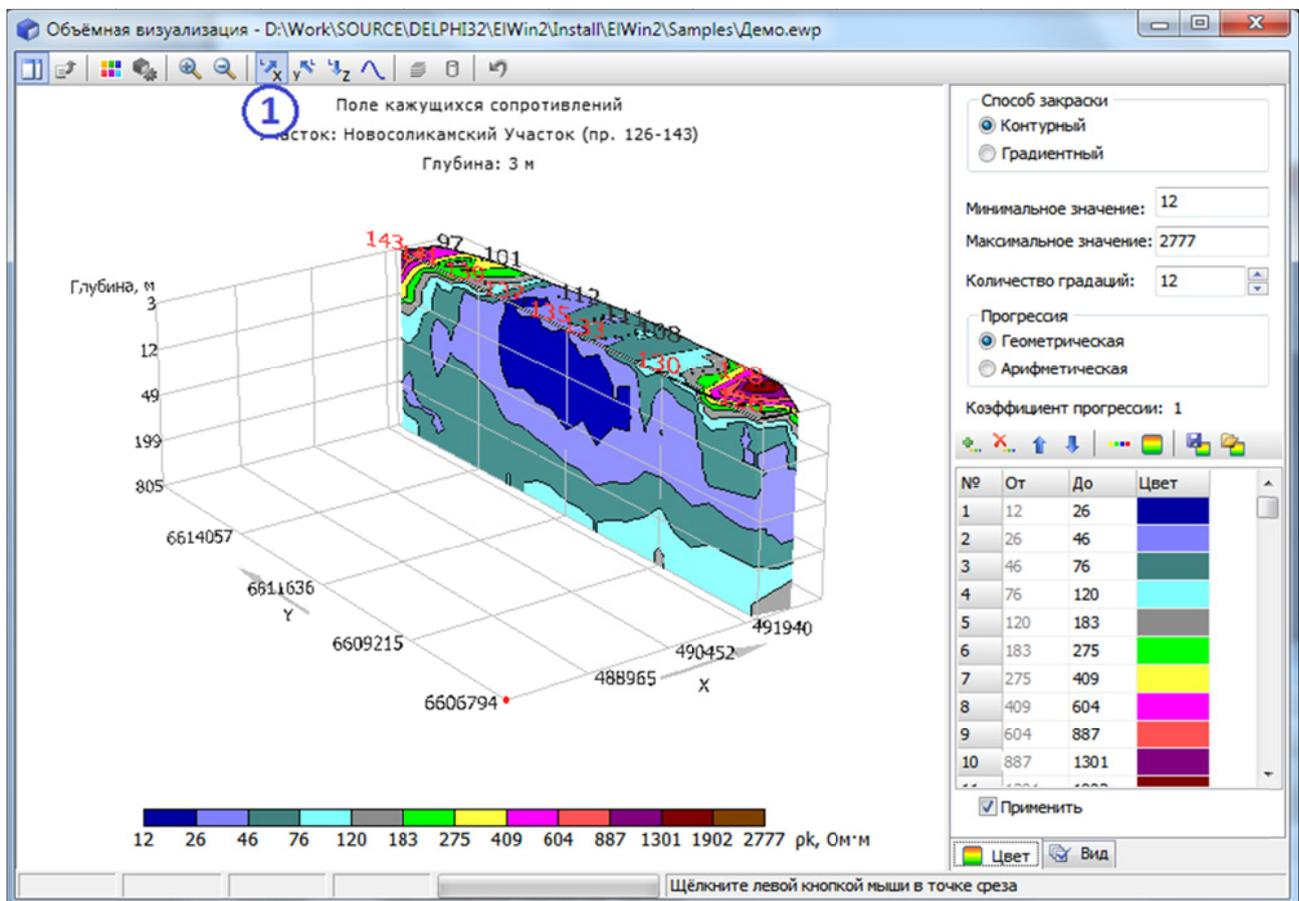

Рис. 5.5.2. Выполнение ортогональных отсечений
- выполнять ортогональные отсечения (рис. 5.5.2);
- перейти в режим ортогональных отсечений по требуемой оси, нажав одну из кнопок выполнения ортогональных отсечений (X , Y или Z) (рис. 5.5.2, цифра 1);